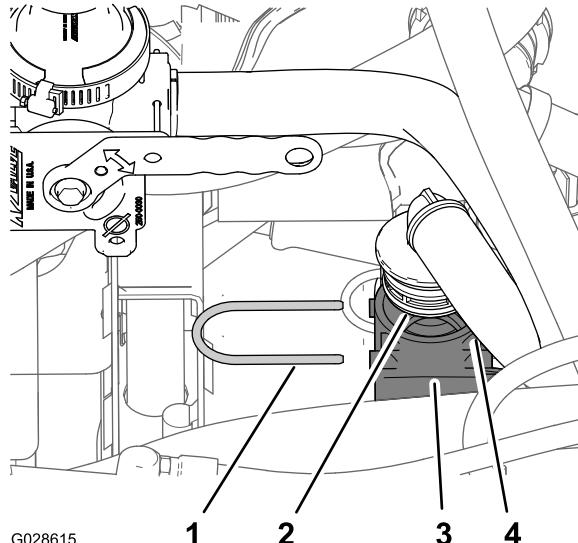

Bild 27
1. Stecken Sie das gezahnte 90°- Anschlussstück des Ejektorüberlaufs aus (Bild 27), mit dem Sie in 2 von Vorbereiten des Einbaus des Ejektorventils \(Seite 11\) gearbeitet haben.
2. Befestigen Sie das 90° Anschlussstück mit dem Halter (Bild 27), den Sie in 2 Vorbereiten des Einbaus des Ejektorventils \(Seite 11\) entfernt haben, am unteren T-Anschlussstück.